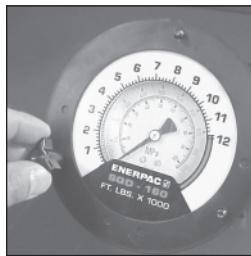

図 9
1. ゲージの正面フランジを所定の位置に保持している3つの黒いワイングノブを外します(図9)。
4. オーバーレイとフランジを重ねるように持ちながら(図10参照)、フランジをノブのスタッドに入れます。必要であればオーバーレイの位置を調整して、ノブを指で締め付けます(図9参照)。